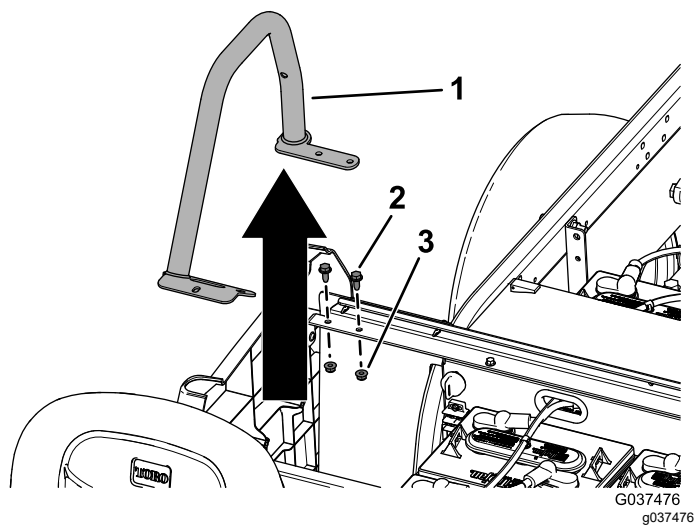

图 6
2. 从每个扶手上拧下 2 个螺丝 $5/16 \times 3/4$ 英寸和 2 个凸缘螺母 $5/16$ 英寸然后卸下后扶手 图 6。